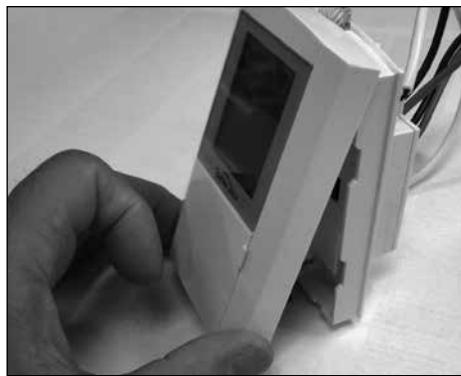

Figure 3
- Loosen the screw on the bottom of the Front Panel and lift the Front Panel as shown in Figure 3.
- Desserrez la vis en bas du panneau avant et soulevez le panneau avant de la manière indiquée à la figure 3.